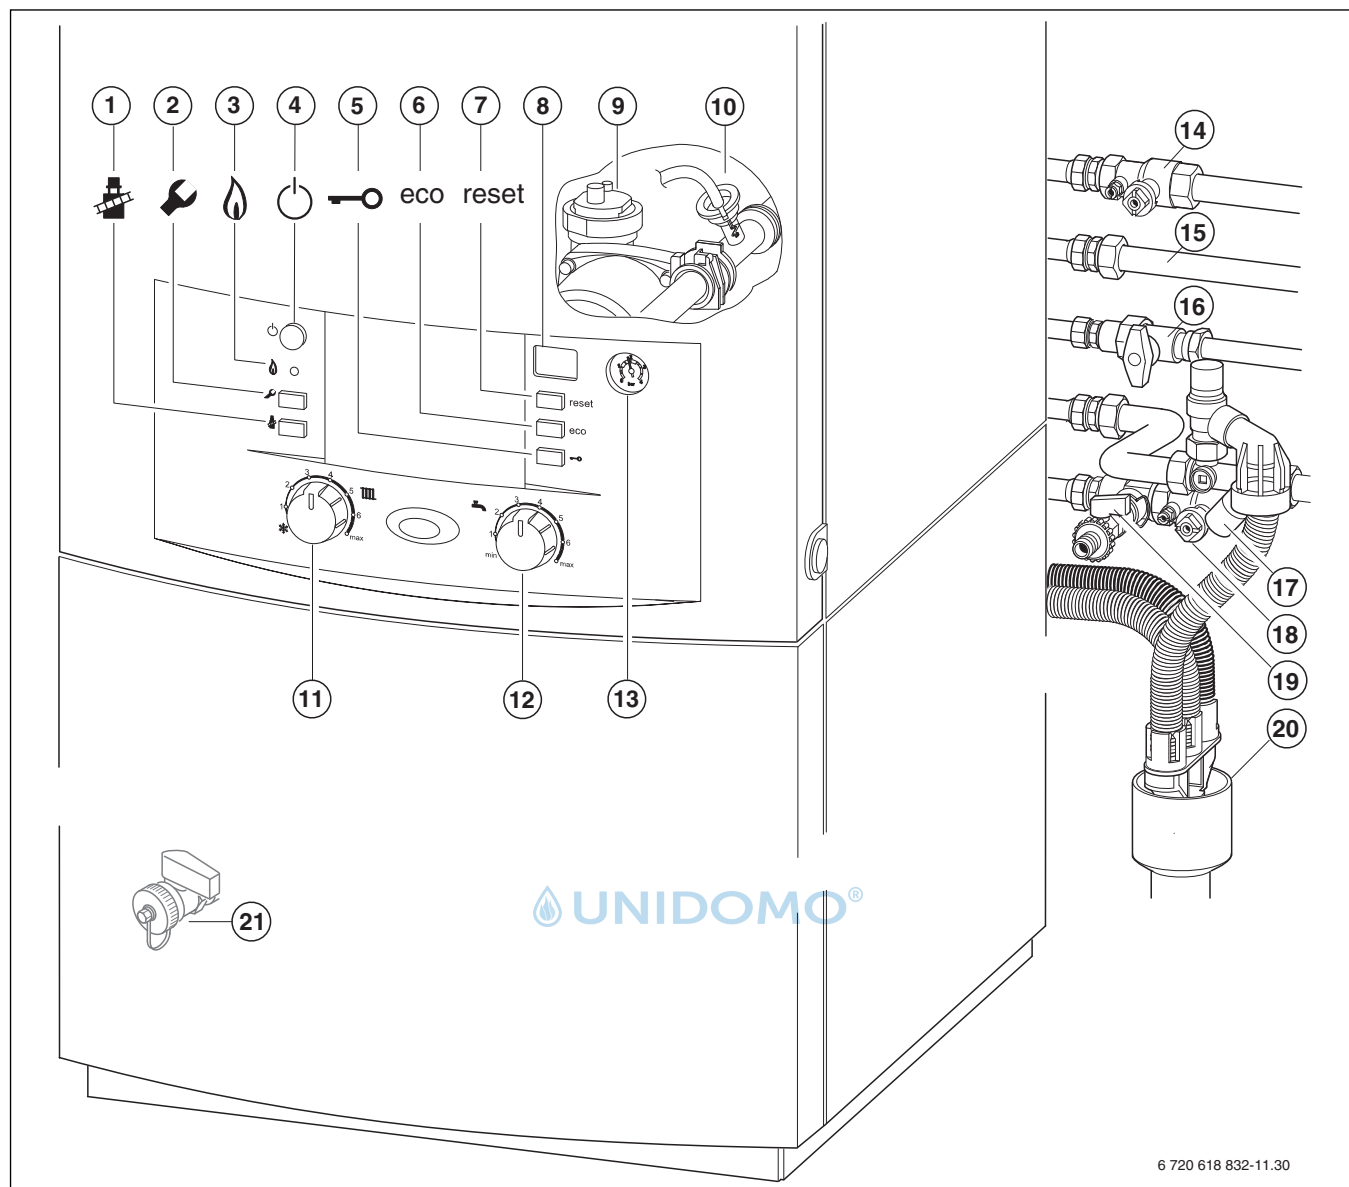

Bild 59
- Heizungsvorlaufhahn und Heizungsrücklaufhahn (→ Bild 59, [14] und [18]) öffnen.